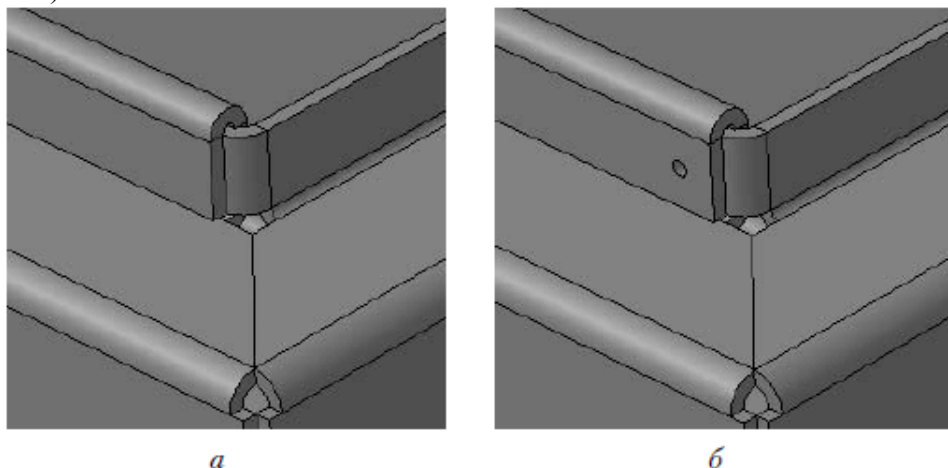

Рис. 3.157. Добавление новых сгибов (а) и сквозного отверстия (б)
9. На вертикальном ребре левой грани последнего сгиба постройте еще один сгиб длиной 4 мм и радиусом 1 мм. Если вы правильно задали все размеры, то последний добавленный элемент должен войти точно в щель между стенками сгиба на 180° вдоль длинной стороны корпусной детали (рис. 3.157, а). Создайте на внешней боковой грани эскиз сгиба на 180° небольшого отверстия (диаметр 1 мм) и выполните над ним операцию Вырез в листовом теле так, чтобы вследствие выреза образовалось сквозное отверстие в загнутых элементах детали (рис. 3.157, б). Для этого после вызова команды в группе кнопок переключателей нажмите кнопку До грани, после чего укажите в модели плоскую грань, до которой должен выполняться вырез. Расстояние вырезания установится автоматически (3 мм).
10. Самостоятельно постройте аналогичные зацепы (см. рис. 3.157, б) на всех углах листовой детали.